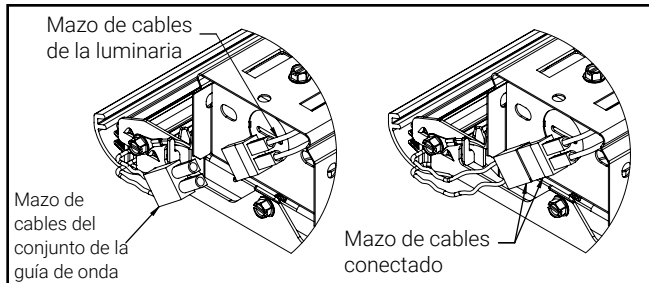

Figura 5
5. Conecte los conectores del mazo de cables LED juntos. (Figura 5)